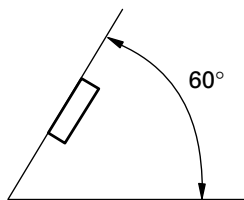

Рис. 4
- Если установить устройство под углом более 60° , качество работы устройства, возможно, не будет оптимальным. (Рис. 4)